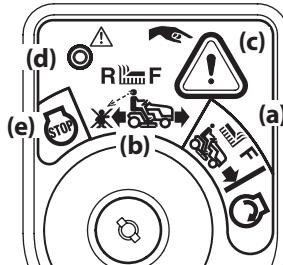

Figura 21
- Gire la llave de la posición CORTE NORMAL (a) a la posición MODO DE PRECAUCIÓN DE RETROCESO (b) del módulo de encendido. Consulte la Figura 21.
- Oprima el BOTÓN DE MARCHA ATRÁS (c) en el ángulo superior derecho del módulo de encendido. La luz indicadora roja (d) que está en el ángulo superior izquierdo del módulo de encendido se mantendrá ENCENDIDA mientras esté activada. Consulte la Figura 21.
- Siempre mire hacia abajo y hacia atrás antes y mientras opera en marcha atrás, para asegurarse de que no haya niños en el área. Luego de volver a desplazarse hacia adelante, vuelva la llave a la posición de CORTE NORMAL (a). Consulte la Figura 21.
6. EL MODO DE PRECAUCIÓN DE RETROCESO (b)  permanecerá activado hasta que (consulte la Figura 21 en la página 50):